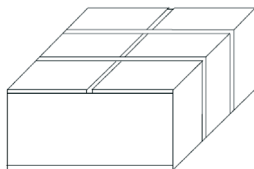

Рис. 2-5 Размещение на платформе
1. Упаковочный ящик необходимо разместить на платформе в горизонтальном положении, как показано на рис. 2-5.